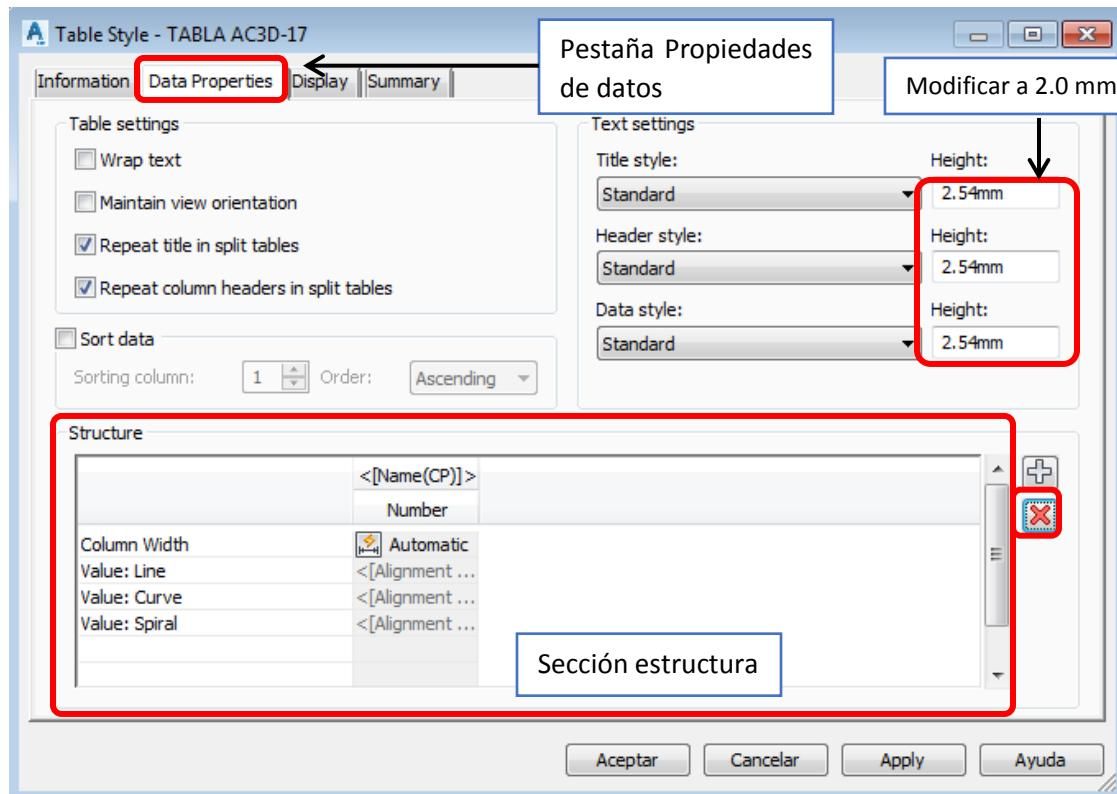

Figura No. 88. Ventana estilo de tabla
- **Pestaña “Data Properties”**: eliminamos cada componente de la sección “**Structure**” utilizando el ícono , ubicando el puntero sobre el encabezado de cada columna (ver figura No. 88).